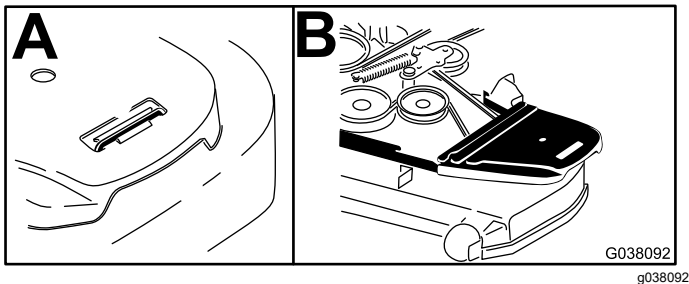

Bild 15
2. Entfernen Sie die rechte Riemenabdeckung (Bild 15).